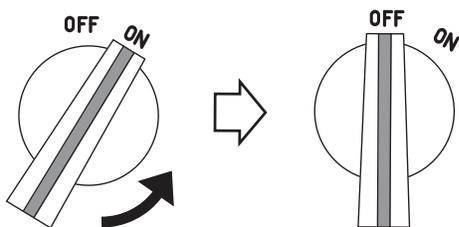

Figure 23. Interrupteur MARCHE/ARRÊT du moteur (position ARRÊT)
- Placez l'interrupteur **MARCHE/ARRÊT** du moteur (Figure 23) en position « **ARRÊT** ».